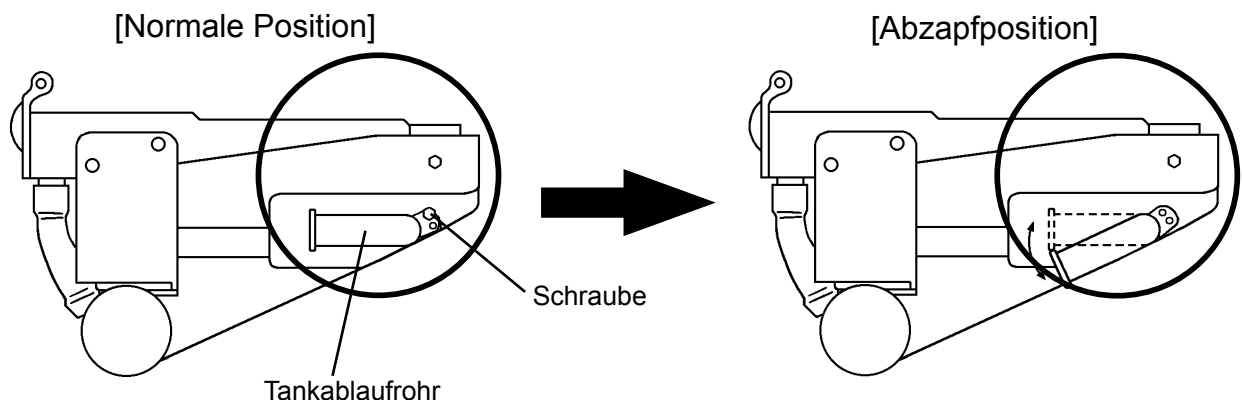

Abb. 9
- 1) Die Schraube an der Vorderseite des Wassertanks entfernen. Das Ablaufrohr des Wassertanks in die Ablaufposition bringen (siehe Abb. 9). Das Tankablaufrohr mit der Schraube sichern.